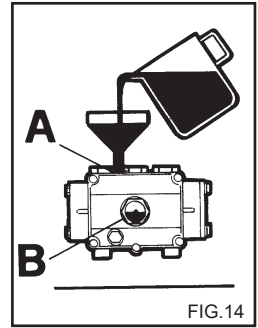

FIG.14
- 4- Enroscar el tapón de desagüe e introducir el aceite por el orificio superior (fig. 14) hasta el nivel marcado en el indicador (fig. 14B).